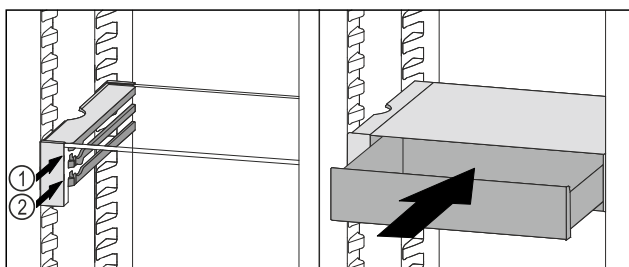

Fig. 76
- Nasadte zásuvku VarioSafe za zarážky na požadovaném žebro Fig. 76 (1) nebo Fig. 76 (2).